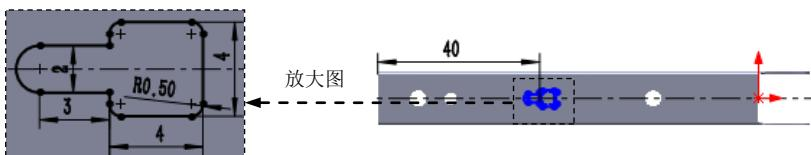

图 12.6.11 横断面草图
② 定义横断面草图。在草图环境中绘制图 12.6.11 所示的横断面草图。
(3) 定义切除深度属性。在“切除一拉伸”对话框 **方向 1** 区域的 **下拉列表** 中选择 **给定深度** 选项，选中 **与厚度相等(L)** 复选框与 **正交切除(N)** 复选框。其他选择默认设置值。
(4) 单击 **确定** 按钮，完成切除一拉伸 2 的创建。